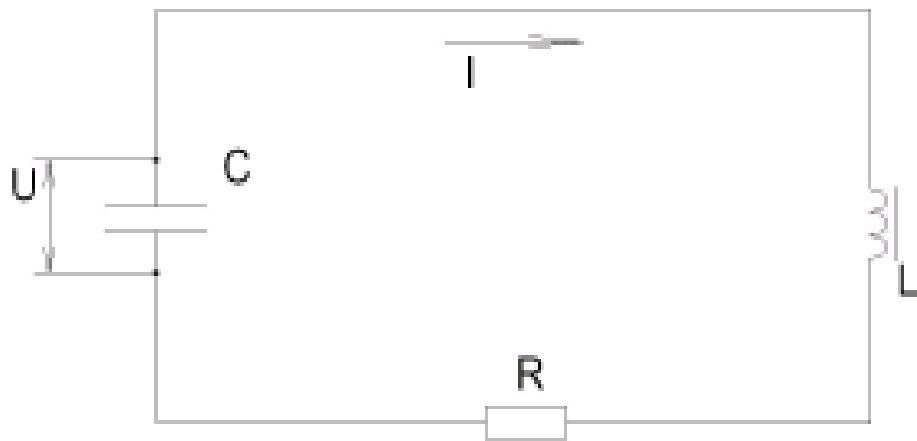
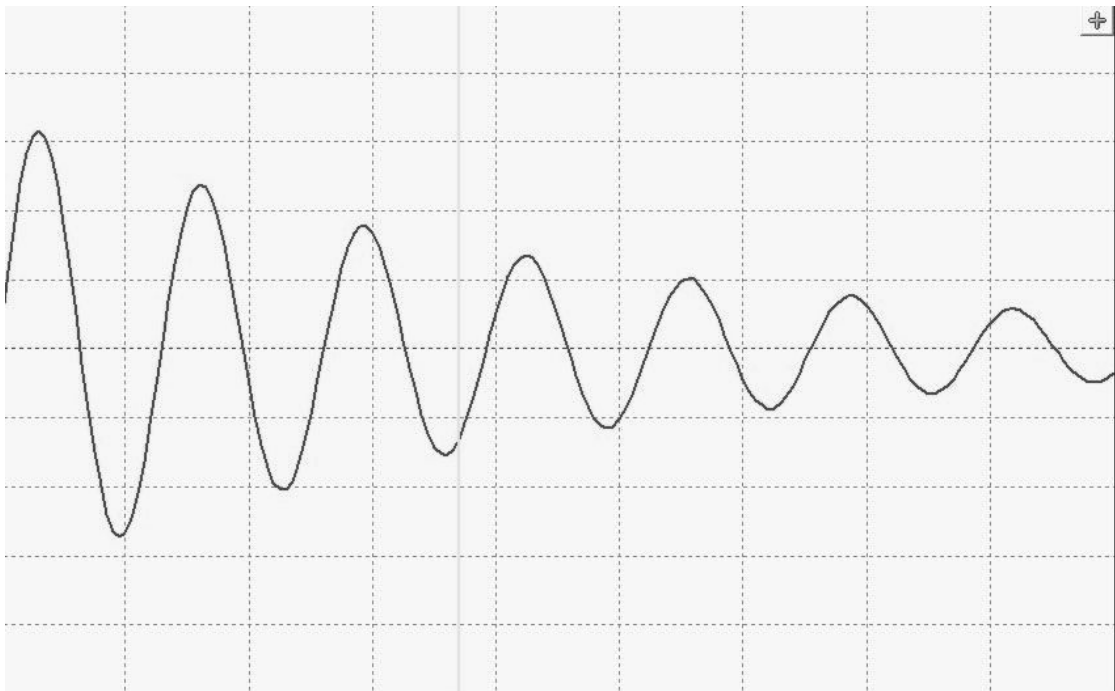

Рис.2. Колебательный контур
Рис.3 Затухающие колебания
В работе изучаются свободные колебания в колебательном контуре, состоящем из индуктивности  $L$ , емкости  $C$  и резистора  $R$  (рис. 2) (резистор в реальной схеме не обязателен: его роль может выполнять омическое сопротивление катушки самоиндукции). Конденсатор контура заряжается от источника постоянного тока. После размыкания цепи заряда и замыкания контура с индуктивностью в нем возникают свободные электрические колебания. Напряжение на конденсаторе либо активном сопротивлении изучаются при помощи осциллографа. По картине, возникающей на экране (рис. 3), можно определить период электрических колебаний в контуре, исследовать затухание колебаний и определить основные параметры колебательного контура. Ознакомление со свойствами колебательного контура и измерение его характеристик составляют цель предлагаемой работы.
10. Разрядите конденсатор, кратковременно нажав на кнопку разрядки, и после получения осциллографической картинке, подобной изображенной на рис. 3, остановите измерения При необходимости измените параметры настройки датчика (пункт 6) так, чтобы на экране помещалось 6-10 полных колебаний.